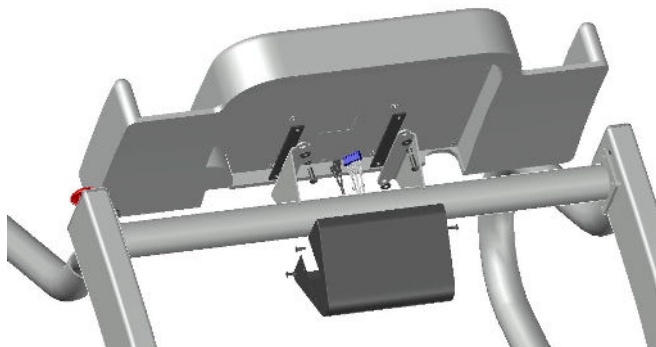

Figure 5-2
3. La Figure 5-2 montre les composants de montage inclus dans l'envoi du tapis de course. Le matériel contient :
- (4) boulons 1/4-20